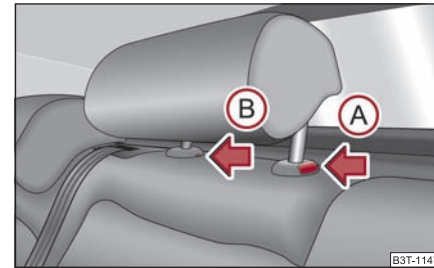

Fig. 83 Sièges AR: Appuie-tête central
- Poussez la sécurité dans le sens de la flèche **A** ⇒ fig. 83, poussez en même temps la sécurité dans l'ouverture **B** au moyen d'un tournevis plat d'une largeur de 5 mm max. et sortez l'appuie-tête.